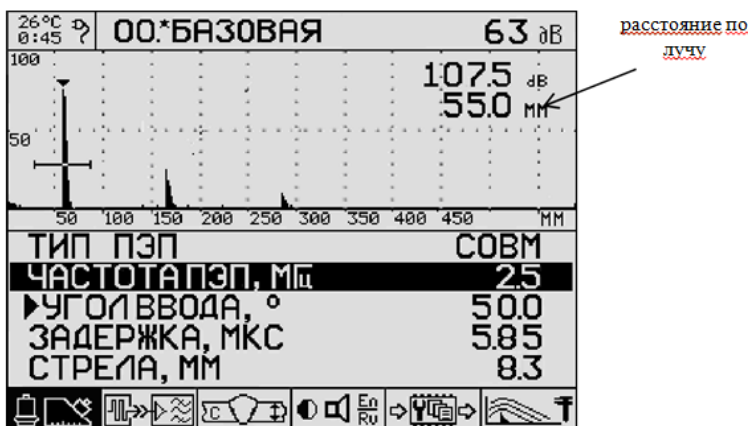

Рисунок 5.5 – Вид экрана в режиме настройки при определении времени задержки в призме ПЭП по СО-3
5.3.4 Нажмите « MENU» для входа в режим настройки. В верхнем правом углу будут отображаться (сверху вниз) значения усиления (дБ), амплитуда импульса (дБ) и путь по лучу (мм) (рис. 5.5).
5.3.13 Нажмите « MENU» для входа в режим настройки. В верхнем правом углу будут отображаться (сверху вниз) значения усиления (дБ), амплитуды импульса (дБ) и пути по лучу (мм) (Рисунок 5.5).